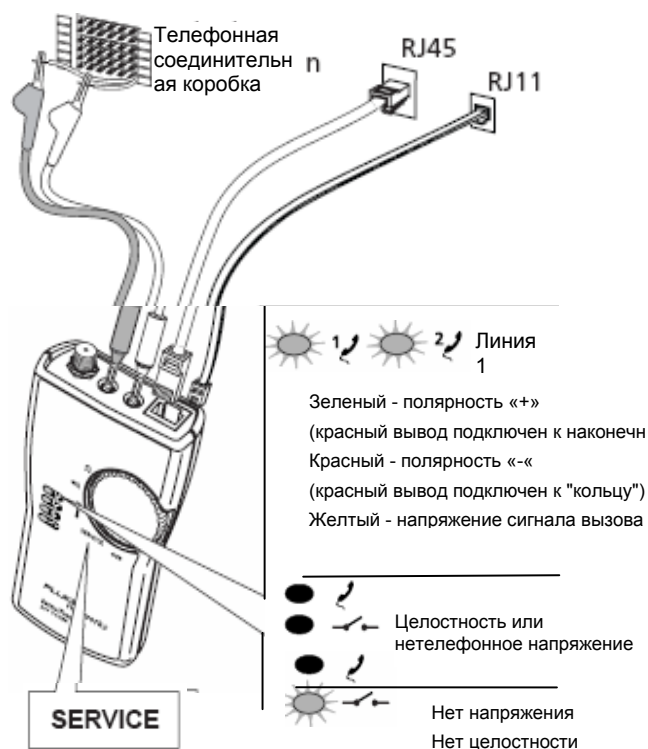

Рисунок 3. Определение наличия телефонной связи и полярности линии
2. Подключите генератор к цепи, как показано на рис.3. Отсоедините от генератора неиспользуемые измерительные провода.
4. Светодиоды покажут наличие телефонного напряжения и полярность линии, как показано на рис. 3.